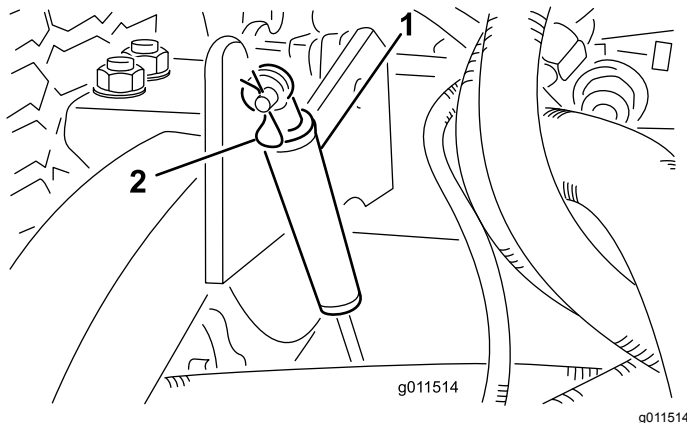

Figura 108
2. Togliete la coppia che fissa gli ammortizzatori ai bracci di sollevamento (Figura 108).